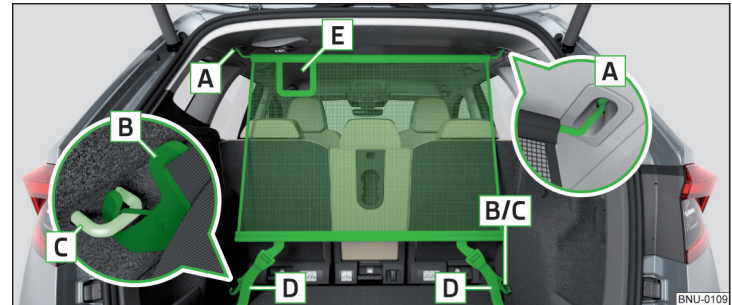

Abb. 148 **Netztrennwand hinter den Rücksitzen**
- Zum **Einbau** die Querstange in die Aufnahme **A** erst auf der einen Seite einsetzen und nach vorn drücken. Auf gleiche Weise die Querstange auf der anderen Fahrzeugseite in die Aufnahme **A** einsetzen » Abb. 148.
- Die Gurte an den freien Enden **D** straff ziehen » Abb. 148.